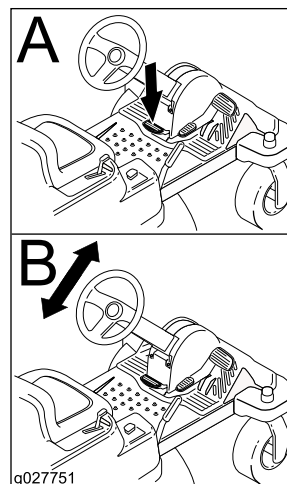

Figura 17
2. Mueva el volante a la posición deseada (Figura 17).